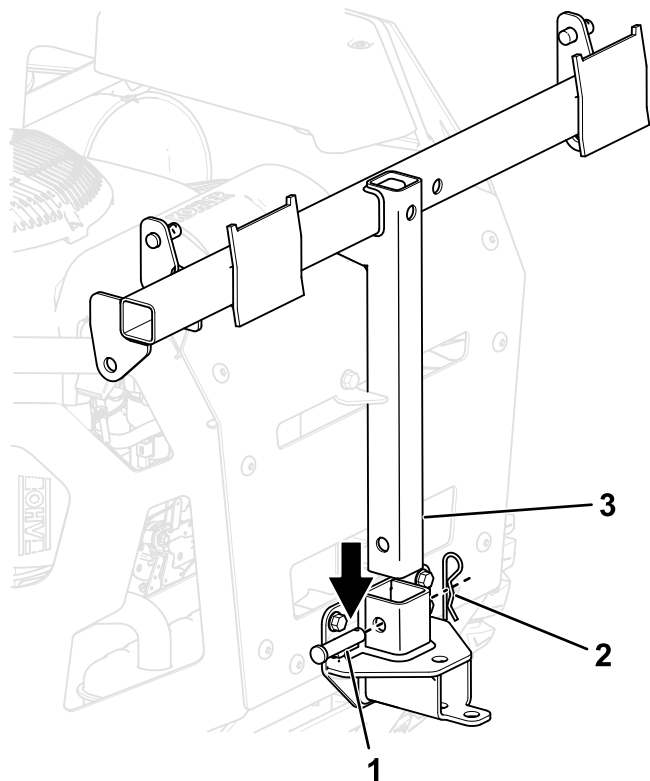

Figura 15
4. Instale el bastidor del ensacador en el soporte de montaje del ensacador con el pasador largo y una chaveta (Figura 15).